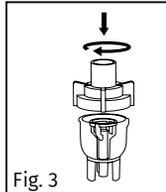

Fig. 3
5. Rotiți ușor partea superioară a camerei nebulizatorului în sensul acelor de ceasornic pentru a închide camera. Asigurați-vă că părțile superioare și inferioare ale nebulizatorului sunt bine conectate (Fig. 3).